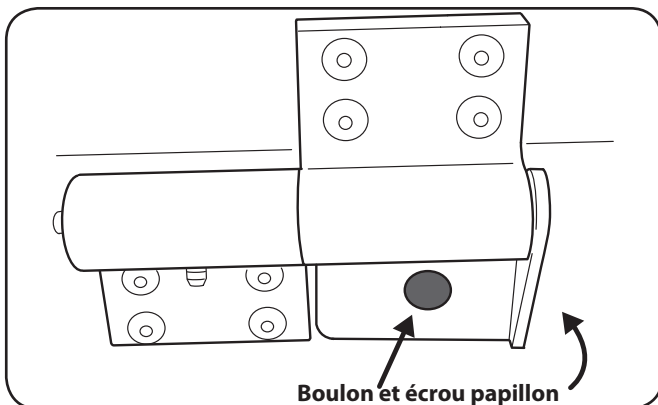

Figure 4-4
- Retirez l'écrou papillon, le boulon et le support de retenue du hayon et des côtés de la benne. Voir Figure 4-4.